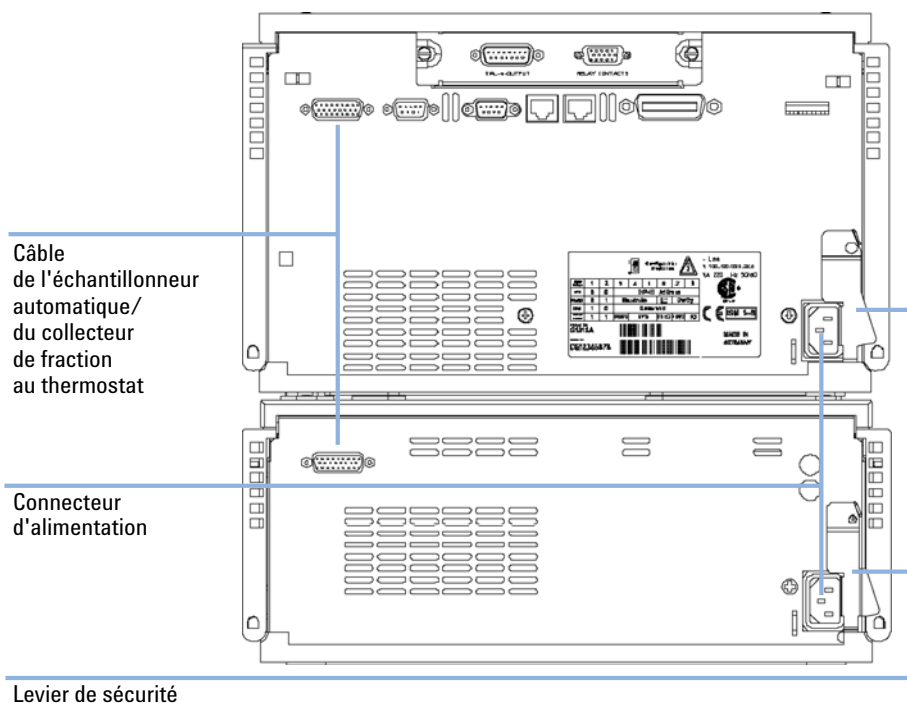

Figure 8 Connecteurs d'alimentation et leviers de sécurité à l'arrière de l'échantillonneur automatique thermostaté/du collecteur de fractions.
- 2 Connectez le câble entre l'échantillonneur automatique/le collecteur de fractions et le thermostat, voir Figure 8, page 26.
- 3 Déplacez le levier de sécurité à l'arrière des deux modules vers la droite, voir la figure Figure 8, page 26.